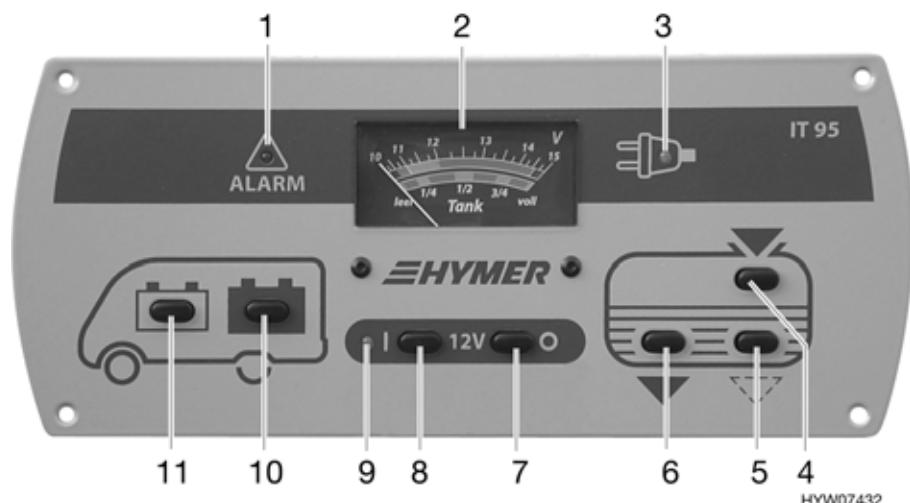

Fig. 117 Pannello di controllo (variante 1)
La centralina elettrica funziona solo in collegamento con il pannello di controllo (Fig. 117, Fig. 118, Fig. 124 o Fig. 129).
- Se necessario, inserire brevemente l'alimentazione a 12 V mediante l'interruttore principale a 12 V (Fig. 117,8, Fig. 118,8, Fig. 124,4 o Fig. 129,8). Ciò è possibile solamente se la tensione della batteria è maggiore di 11 V. Se la tensione è minore di tale valore, l'alimentazione a 12 V può essere riaccesa solamente dopo che la batteria dell'abitacolo è stata ricaricata.
Per l'indicatore volt/serbatoio (Fig. 117,2) leggere la scala superiore. L'indicatore si illumina automaticamente appena viene premuto un interruttore.
- Premere l'interruttore (Fig. 117,11) : viene indicata la tensione della batteria di avviamento.
- Premere l'interruttore (Fig. 117,10) : viene indicata la tensione della batteria dell'abitacolo.
La spia rossa di ALARM (Fig. 117,1) inizia a lampeggiare non appena la tensione della batteria dell'abitacolo scende al di sotto di 11 V (misurazione durante il normale esercizio) con conseguente rischio che la batteria si scarichi troppo.
Per l'indicatore volt/serbatoio (Fig. 117,2) leggere la scala inferiore. L'indicatore si illumina automaticamente appena viene premuto un interruttore.
- Premere l'interruttore (Fig. 117,4) : viene indicato il livello del serbatoio dell'acqua.
- Premere l'interruttore (Fig. 117,6) : viene indicato il livello del serbatoio delle acque grigie.
L'interruttore principale a 12 V (Fig. 117,7 e 8) inserisce o interrompe l'alimentazione a 12 V dell'abitacolo.
- Premere l'interruttore (Fig. 117,8) " | ": l'alimentazione a 12 V dell'abitacolo è inserita. La luce spia (Fig. 117,9) diventa verde.
- Premere l'interruttore (Fig. 117,7) "O ": l'alimentazione a 12 V dell'abitacolo è disinserita. La luce spia (Fig. 117,9) si spegne.
La luce spia (Fig. 117,9) si accende non appena l'interruttore principale a 12 V (Fig. 117,8) viene inserito.
La luce spia a 230 V (Fig. 117,3) si accende in giallo quando all'ingresso della centralina elettrica è presente una tensione di rete.